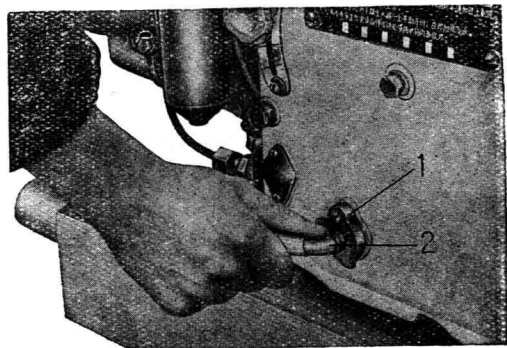

图6 手动泵油
8. 将调速把手置于转速指示牌开始位置，旋下泵油扳手座上的闷头螺栓，把泵油扳手柄插入螺栓孔内往复扳动，直到听见喷油器喷油的“拍拍”声为止(图6)。然后拔出扳手柄，再将闷头螺栓旋紧。